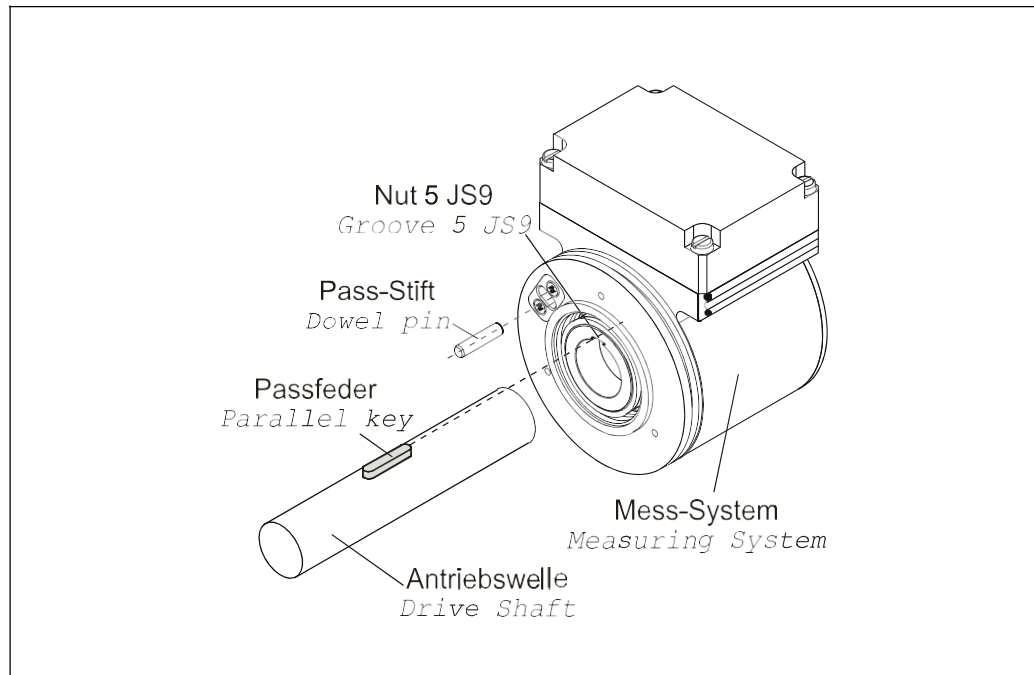

Abbildung 4: Formschluss
- Radiales Verrutschen des Mess-Systems auf der Antriebswelle ist mittels Formschluss durch den Einsatz einer Passfeder- / Nut-Kombination zu verhindern, die Fixierung des Mess-Systems ist über einen Pass-Stift auf der Antriebsseite vorzunehmen, siehe Abbildung 4.